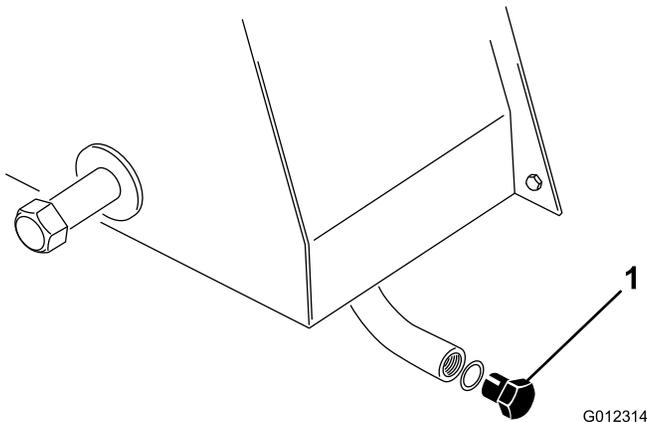

Bild 42
1. Öffnen Sie die Ablassschraube (Bild 42) um eine halbe Umdrehung und lassen Sie die Flüssigkeit in die Aufwangsanne laufen, bis Sie kein Wasser in der Hydraulikflüssigkeit feststellen.
1. Entfernen Sie die Ablassschraube (Bild 42) und lassen das Hydrauliköl in ein Auffanggefäß ab. Ziehen Sie die Schraube an, wenn das Hydrauliköl abgelaufen ist.